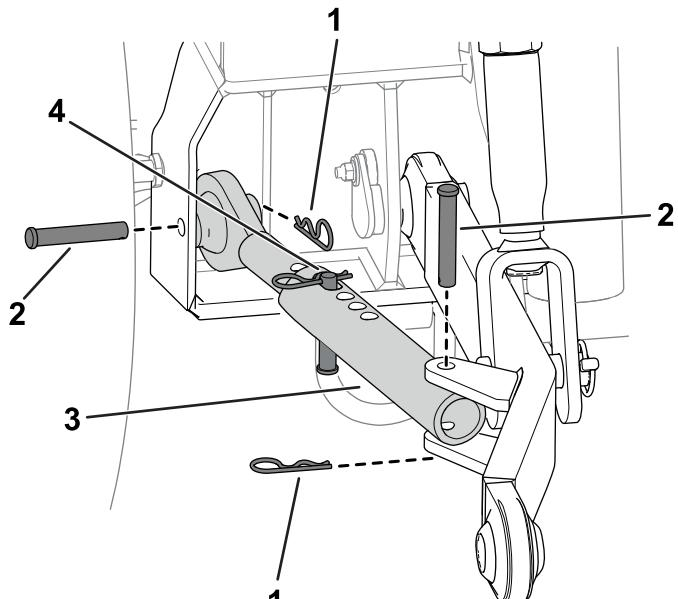

Figure 4
Remarque: La Figure 3 et la Figure 4 montre l'installation des biellettes sur le côté gauche de la machine. Répétez cette procédure sur le côté droit de la machine.
4. Avec un axe de chape et une goupille fendue, fixez les tiges anti-oscillation au cadre de la machine (Figure 4).
5. Avec un axe de chape et une goupille fendue, fixez la tige anti-oscillation à la biellette d'attelage (Figure 4).
6. Installez un axe de chape et une goupille fendue dans la tige anti-oscillation (Figure 4).